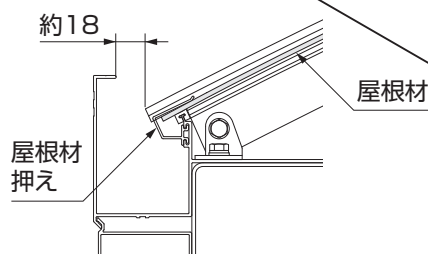

図14-2 屋根材納まり
- 桁と屋根材押えとのすき間に屋根材を差込んでください。(図14-2参照)
- ② アーチのフィンと屋根材の間に、アーチカバーのフィンを差込んでください。
- ③ 【11-1】でアーチカバーをアーチの中央から、桁に向かって順番に取付けてください。